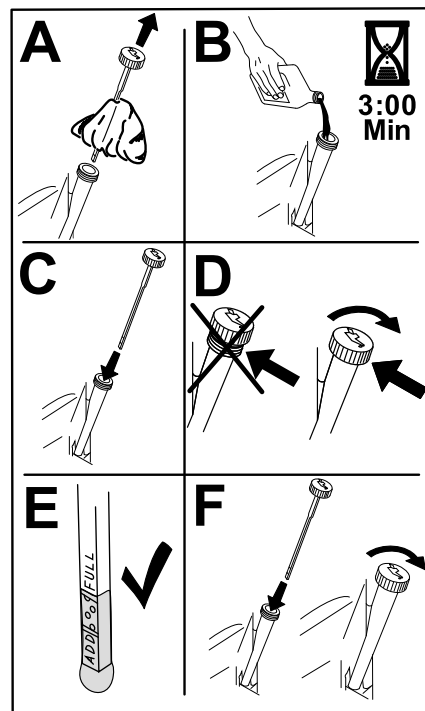

Figura 76
6. Vierta lentamente un 80% aproximadamente del aceite especificado por el tubo de llenado, luego añada lentamente el resto del aceite hasta que llegue a la marca de Lleno (Figura 76).